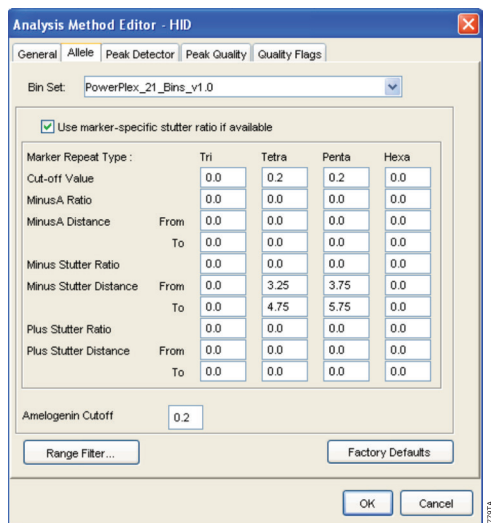

图 21. 使用20%杂峰过滤设置的Allele界面。选择在章节6.F中导入的bins文件
6. 点击“Allele”选项(图21)。
9. 在使用PowerPlex® 21系统时，我们建议参照图 21输入相应的数值，以适当的滤过Stutter杂峰。如果需要获得此项设置的用途及产生的影响，请参阅Applied Biosystems用户手册中的“*Installation Procedures and New Features for GeneMapper® ID Software 3.2*”。